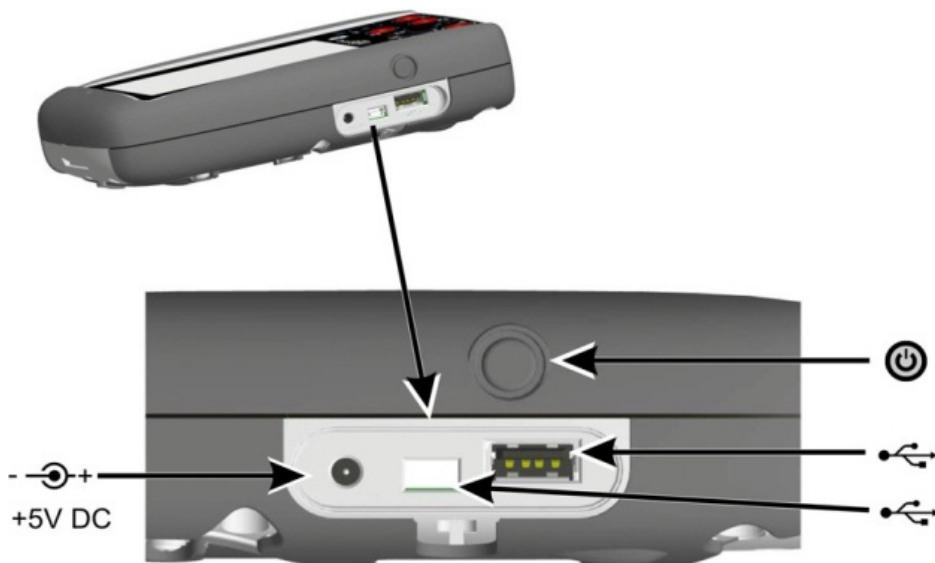

Рисунок 1-2
1. Подсоедините источник питания постоянного тока к разъему +5 В пост. тока на боковой панели устройства (см. рисунок 1-2).
2. Аккумулятор также можно зарядить с использованием соединений типа USB (см. рисунок 1-2).
Для включения прибора нажмите кнопку питания до тех пор, пока не загорится дисплей (см. рисунок 1-2).